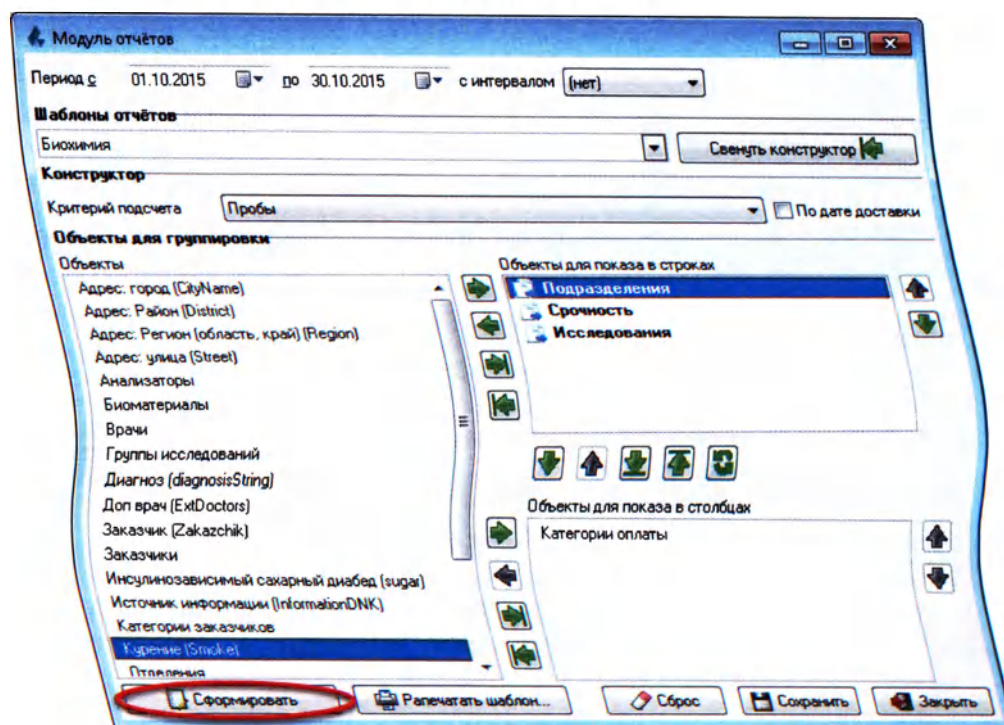

Рисунок 15.21
9. Нажмите кнопку «Сформировать» (Рисунок 15.21):